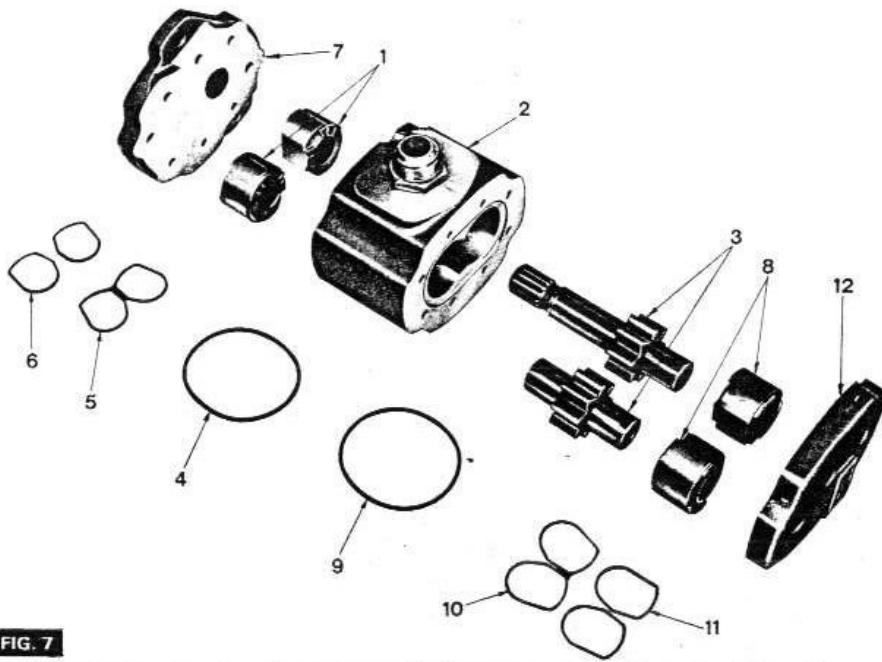

FIG. 7
- 3 - (figure 7) - Disposer les paliers (1) dans le corps de pompe (2).